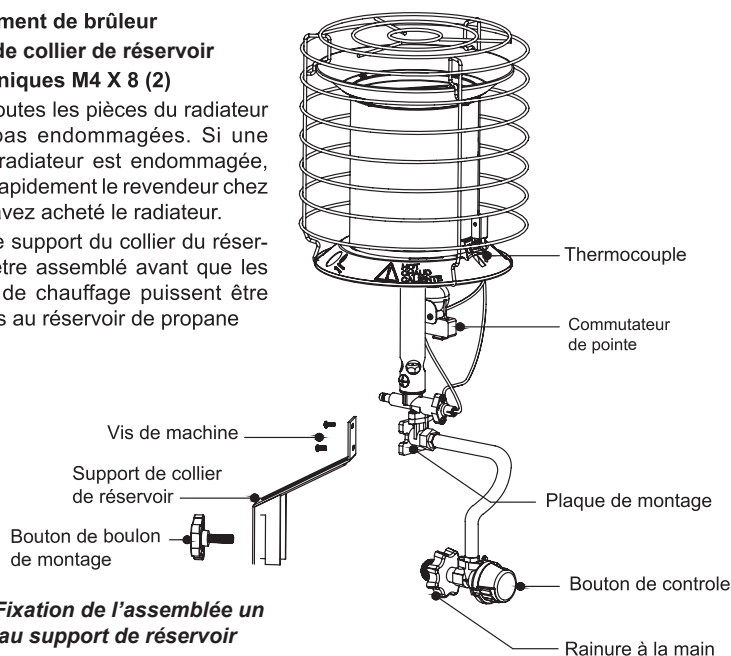

Figure 1 - Fixation de l'assemblé un brûleur au support de réservoir
6. Fixez le réchauffeur à la protection de la bouteille de propane comme illustré à la figure 1. Serrez le bouton sur le support du réservoir pour fixer le réchauffeur.